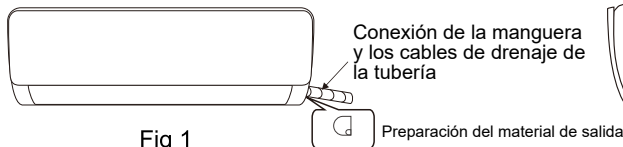
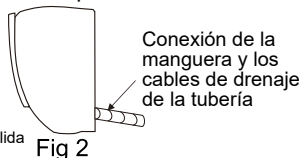

Fig 1
Fig 2
1. Dependiendo de la posición de la unidad, la tubería puede enrutarse lateralmente desde la izquierda o la derecha (Fig. 1), o verticalmente desde la parte posterior (Fig. 2) (dependiendo de la longitud de la tubería de la unidad interior). En el caso de enrutamiento lateral, corte el material de corte de salida del lado opuesto.